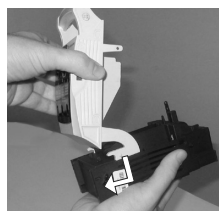

Figura 4
- Inserte la tapa en la base de la seccionadora, luego mueva firmemente la tapa a lo largo de la base (Figura 4).